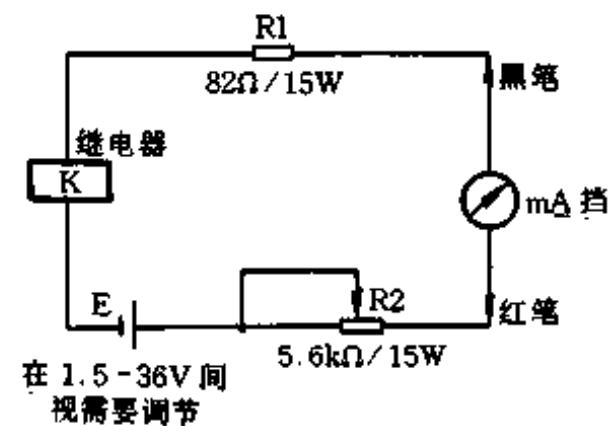

图 171
(1) 测继电器线圈的直流电阻。用万用表欧姆挡直接测线圈两引出端即可。具体阻值视各类继电器不同而异。一般工作电压低的，匝数少、线粗的电阻小；工作电压高的，匝数多、线细的电阻大。例如JTX系列6V继电器，线圈电阻仅 5.5Ω ，而220V继电器则达 $20k\Omega$ 。所以分别用不同欧姆挡测直流电阻的大小，可区别各引出头；因为只有线圈两引出头间的电阻才既不为0，也不为 ∞ ，而常闭触点(或常开触点)两引出头间电阻为0(或 ∞)。此外，对有两个以上的线圈，则应分别测量。
(2) 测吸合电流和释放电流。电路如图171所示， R_1 为限流电阻， R_2 用线绕电位器，E用内阻小的电源。接入万用表前应将 R_2 的阻值滑至电阻低端，直至继电器K触点刚好吸合(这时将听到“嗒”的一声)，停止滑动，读出表的示值，即为K的吸合电流值。测得吸合电流值后，再将 R_2 滑至电阻高端，直到触点刚好释放(这时也将听到“嗒”声)，停止滑动，读出表的示值即为K的释放电流值。以上装置可测量36V以下直流K的吸合、释放电流，对于高于36V的K(或交流K)吸合、释放电流的测量，应采用36V以上的E(或交流电源)， R_1 和 R_2 的阻值和功率、万用表所用挡次也应另选。该装置约可测6~430mA的吸合、释放电流，对测无型号或有型号但不知吸合、释放电流的K，很有实用价值。
(3) 额定电流、电压的测量。以上测得的吸合电流是临界值，如据此确定工作点则不可靠，易产生误动作。正常工作吸合电流约为该值的1.5倍。如测得吸合电流为 10mA ，则工作电流为 15mA 。再按工作电流及前面测得的电阻，用欧姆定律即可算出工作电压：如测得电阻为 $2k\Omega$ ，则工作电压为 $0.015 \times 2 \times 10^3 = 30(\text{V})$ 。